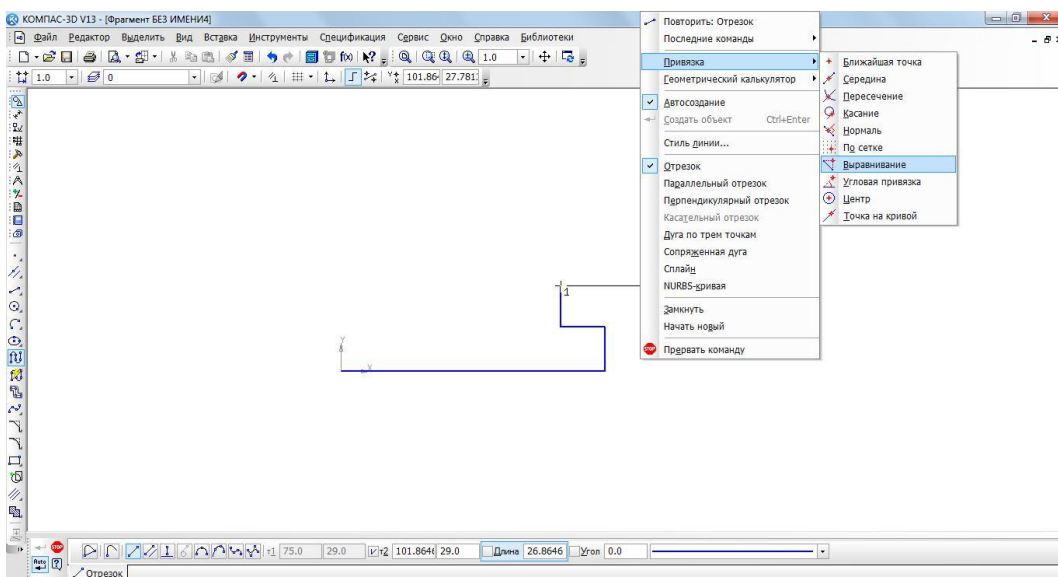

Рис. 4 Выбор локальной привязки **Выравнивание**
- для точного построения следующего отрезка щелкните **правой клавишей мыши (ПКМ)** в любой точке чертежа. В появившемся контекстном меню поставьте курсор на меню **Привязки**, щелчок мыши при этом выполнять не нужно. После этого содержимое меню автоматически раскроется. Выберите из списка привязку **Выравнивание** щелчком ЛКМ (рис. 4);